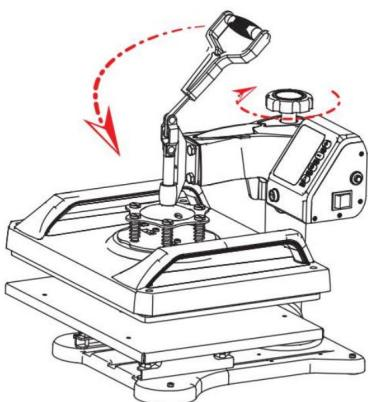

Fig 8
8. Draai het handwiel en probeer de hendel meerdere keren in te drukken totdat de juiste druk is ingesteld (zoals weergegeven in afbeelding 8).